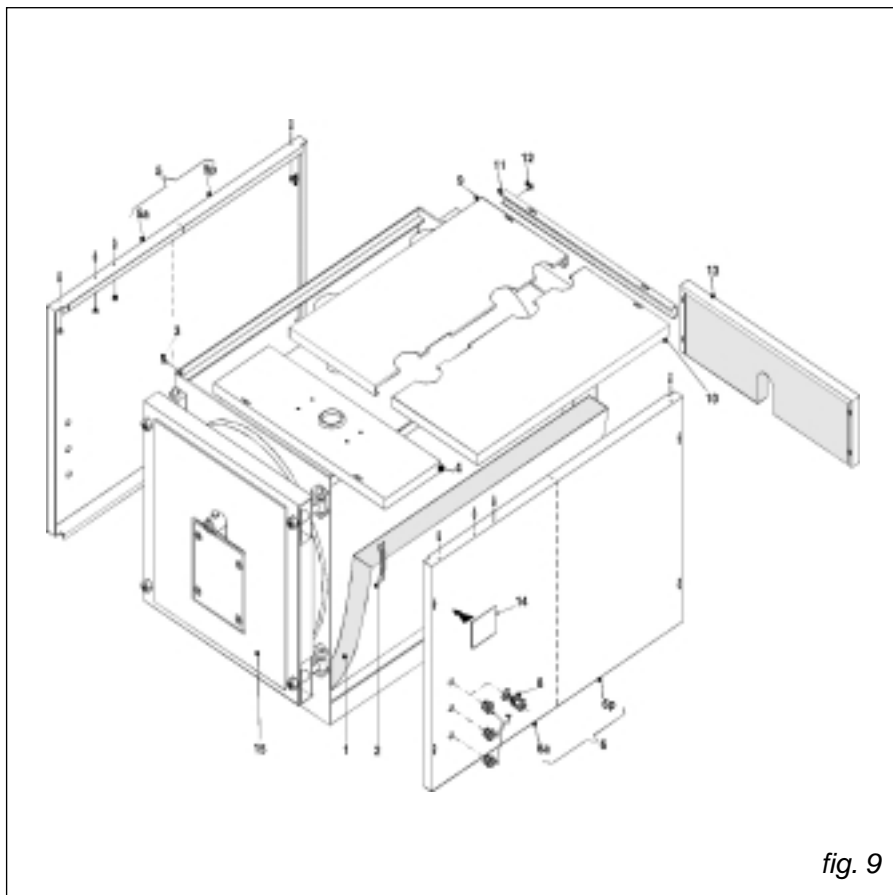

fig. 9
Per i modelli seguenti (rif. fig.9), il mantello e l'isolamento sono contenuti in 1 imballo marcato:
Per i modelli seguenti (rif. fig. 9 - 10), il mantello e l'isolamento sono contenuti in 3 imballi marcati:
3.2.5 Montaggio mantello TAURUS (Rif. fig. 9)
A) Montare l'isolamento (pos. 1) del corpo caldaia e fissare i 2 lembi di giunzione con le mollette elastiche (pos. 2) fornite nella scatola accessori) agganciandole alla parte esterna in tessuto dell'isolamento (**dal modello TAURUS 360, l'isolamento è in due pezzi**).
B) Posizionare i pannelli laterali (pos. 5 e 6) con le pieghe superiore ed inferiore all'interno dei profili ad L laterali al corpo (**dal modello TAURUS 600, i pannelli laterali sono in due pezzi**).